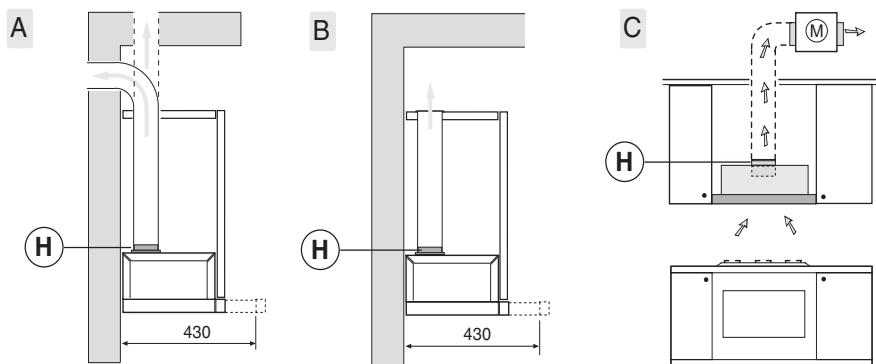
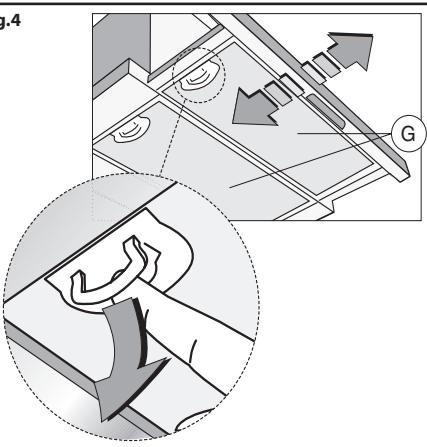

Fig.4
Fig.5
• La distanza minima fra la superficie di supporto dei recipienti di cottura sul dispositivo di cottura e la parte più bassa della cappa da cucina deve essere di almeno 65 cm. Se dovesse essere usato un tubo di connessione composto di due o più parti, la parte superiore deve essere all'esterno di quella inferiore. Non collegare lo scarico della cappa ad un condotto in cui circoli aria calda o utilizzato per evacuare fumi degli apparecchi alimentati da un'energia diversa da quella elettrica. Prima di procedere alle operazioni di montaggio, per una più facile manovrabilità dell'apparecchio disinserire i filtro/i antigrasso (Fig.4).
Per trasformare la cappa da versione aspirante a versione filtrante, richiedere al vostro rivenditore i filtri a carbone attivo. I filtri devono essere applicati al gruppo aspirante posto all'interno della cappa centrando ad esso e ruotandoli di 90 gradi fino allo scatto d'arresto (Fig.5). Per effettuare questa operazione rimuovere i pannelli **G** (Fig.4). L'aria viene rimessa nell'ambiente attraverso un tubo di evacuazione aria passante attraverso il mobile e collegato alla flangia **H** (Fig.3B).